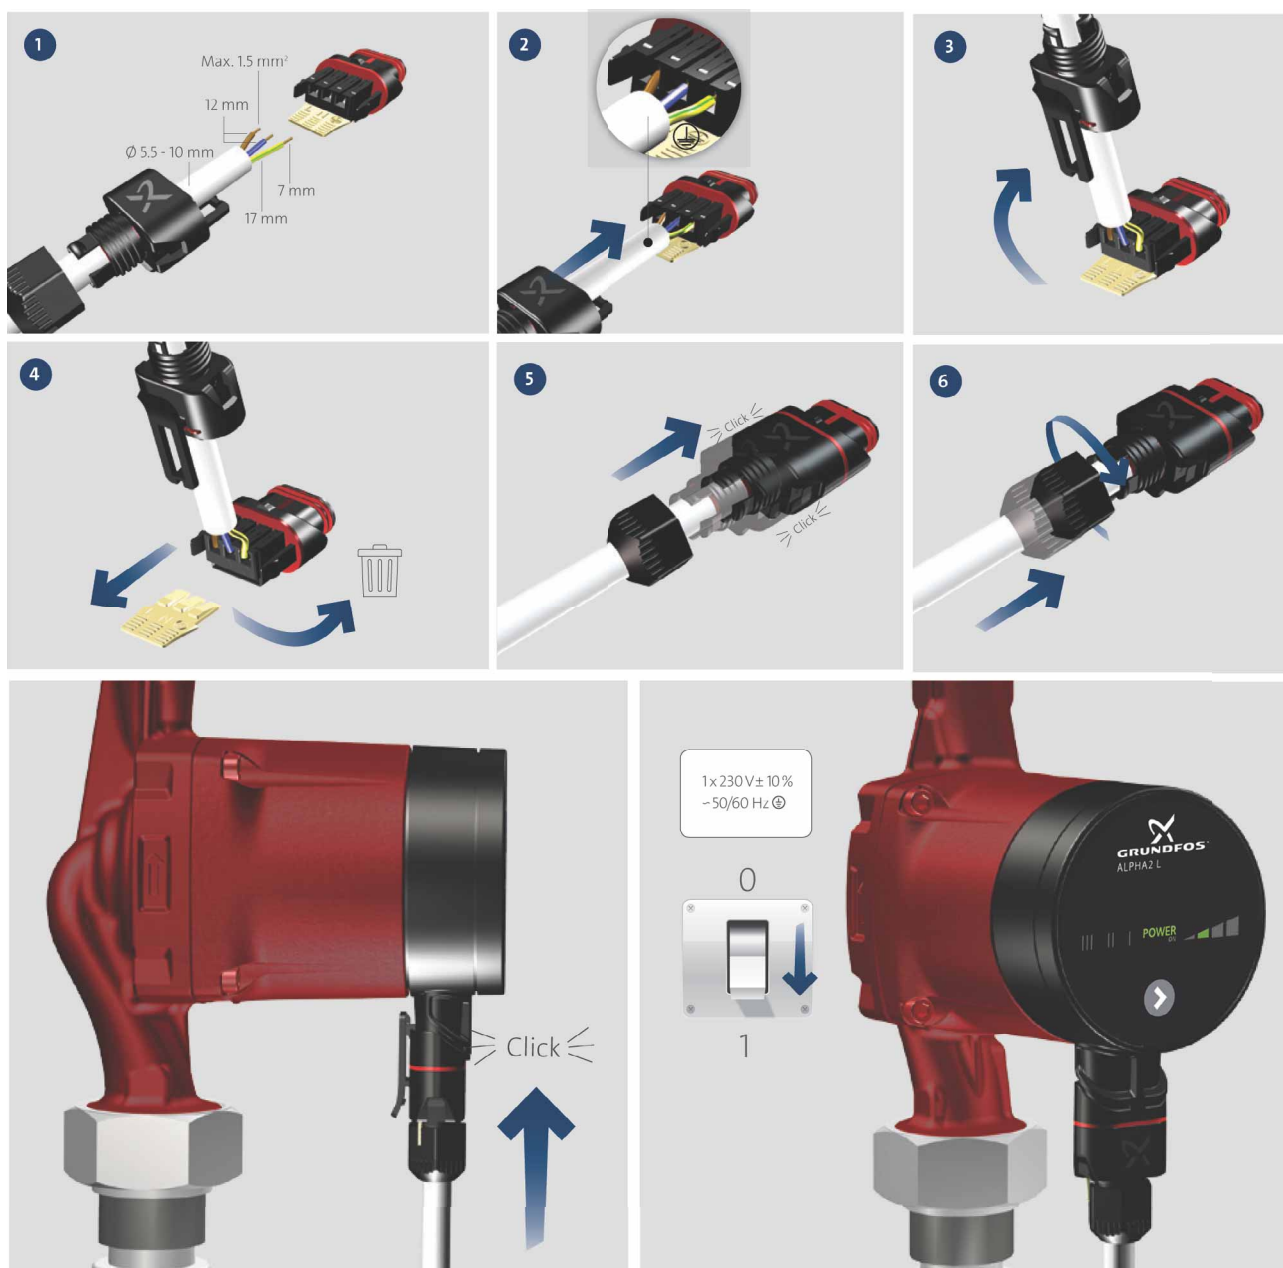

Рис. 7 Подключение электрооборудования
- Подключите насос к сети электропитания с помощью электроразъёма, поставляемого с насосом, как показано на рис. 7.